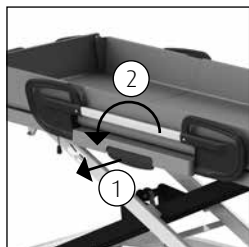

Figure 3 Rail latéral.
- La barrière latérale est équipée d'un dispositif de verrouillage du portail (1). Le client ne peut pas ouvrir la barrière latérale par lui-même (voir figure 3).
- Déverrouillez le dispositif de sécurité en tirant le levier (1) de la barrière latérale. La barrière latérale peut maintenant être rabattue avec l'autre main (2).